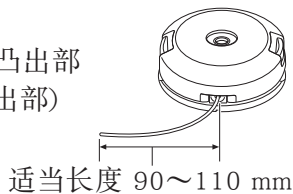

图 22
(8) 拉紧尼龙线, 不使其松弛, 然后用剪刀将尼龙线剪成线长90 mm~110 mm。(图 22)